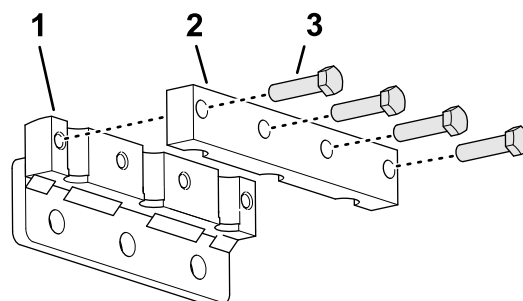

Figura 40
1. Sul portafustelle montate, senza serrarlo, un pezzo di bloccaggio (Figura 40) con 4 bulloni (3/8" x 1-1/2"). Non serrate i bulloni.